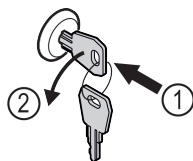

Fig. 124
- Inserire la chiave. Fig. 124 (1)
- Ruotare la chiave di 90° in senso antiorario. Fig. 124 (2)